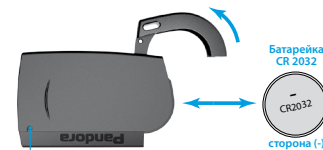

рис.4
- сдвиньте крышку батарейного отсека в направлении, указанном стрелкой (рис. 4);